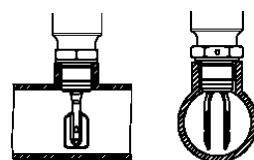

Рисунок 4
**2.4.2** При установке плотномер в трубопроводах следует ориентировать лопатки вдоль потока (рисунок 4).